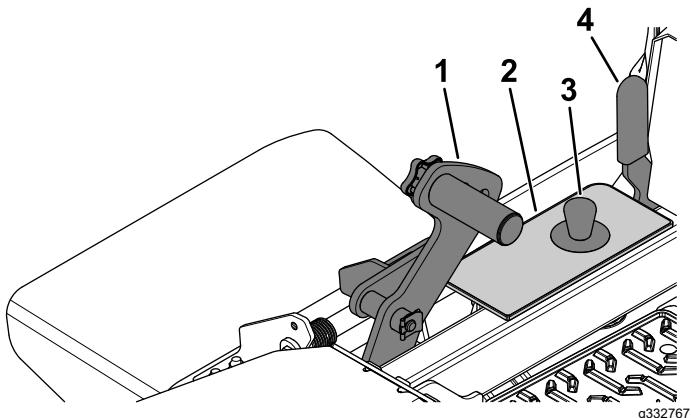

Figura 29
1. Apăsai complet în faă pedala pentru ridicarea punii pentru a bloca puntea mainii de tuns iarba în pozia de TRANSPORT (de asemenea, poziția înălțimii de tăiere la 140 mm) conform Figura 29.
2. Pentru reglare, îndepărtai tiful din consola pentru înălțimea de tăiere (Figura 29).
- Selectai un orificiu din consola pentru înălțimea de tăiere care corespunde înălțimii de tăiere dorite i introducei tifful (Figura 29).